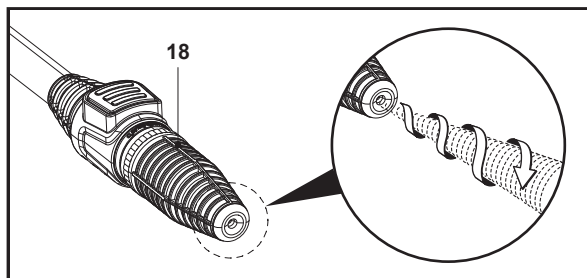

Fig. 9
La boquilla turbo (18) gira a medida que pulveriza chorros de agua a alta presión para un lavado eficaz (Fig. 9).